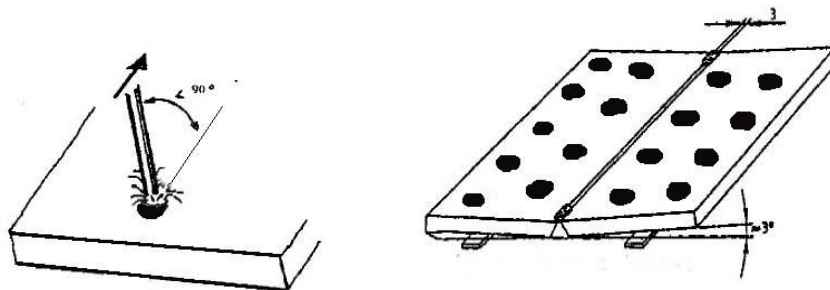

Figura 10. Aplicación de puntos para estabilizar el arco.
3. Acercar el electrodo a la placa y en el momento que salte el arco, proceder a realizar movimientos circulares sin avanzar, esto en el lapso de 3 a 4 segundos. Levantar el electrodo y aplicar otro punto hasta llenar la placa como se indica en la figura 10.